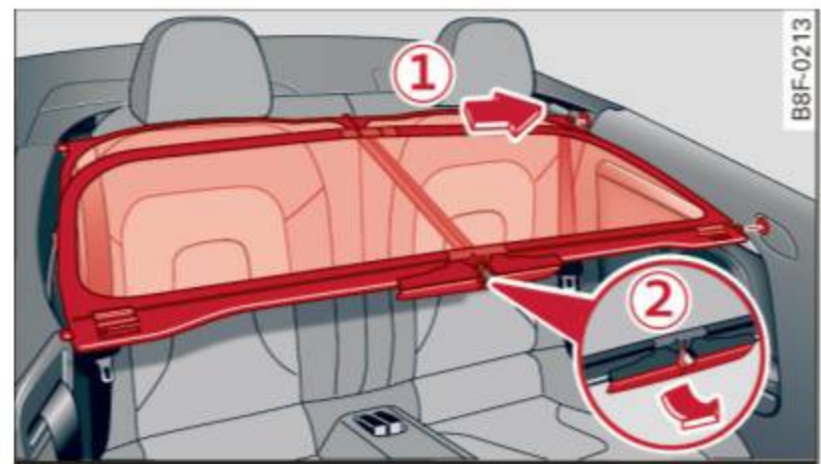

Fig. 38 Insertion du déflecteur d'air (1)
- ▶ Insérez les deux goupilles de retenue dans les supports dans la garniture au-dessus du siège arrière du côté conducteur ⇒ *fig. 38* ①.
- ▶ Repliez la poignée ⇒ *fig. 38* ② à l'avant et au centre du déflecteur d'air au centre vers le haut et soulevez-le légèrement dans le centre.